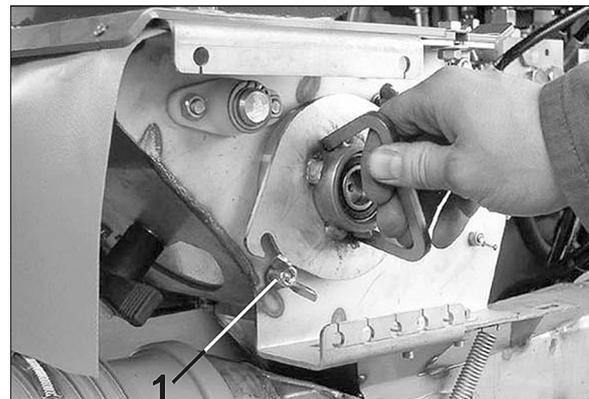

Fig. 78
3. Zwei Flügelmuttern (Fig. 78/1) lösen.